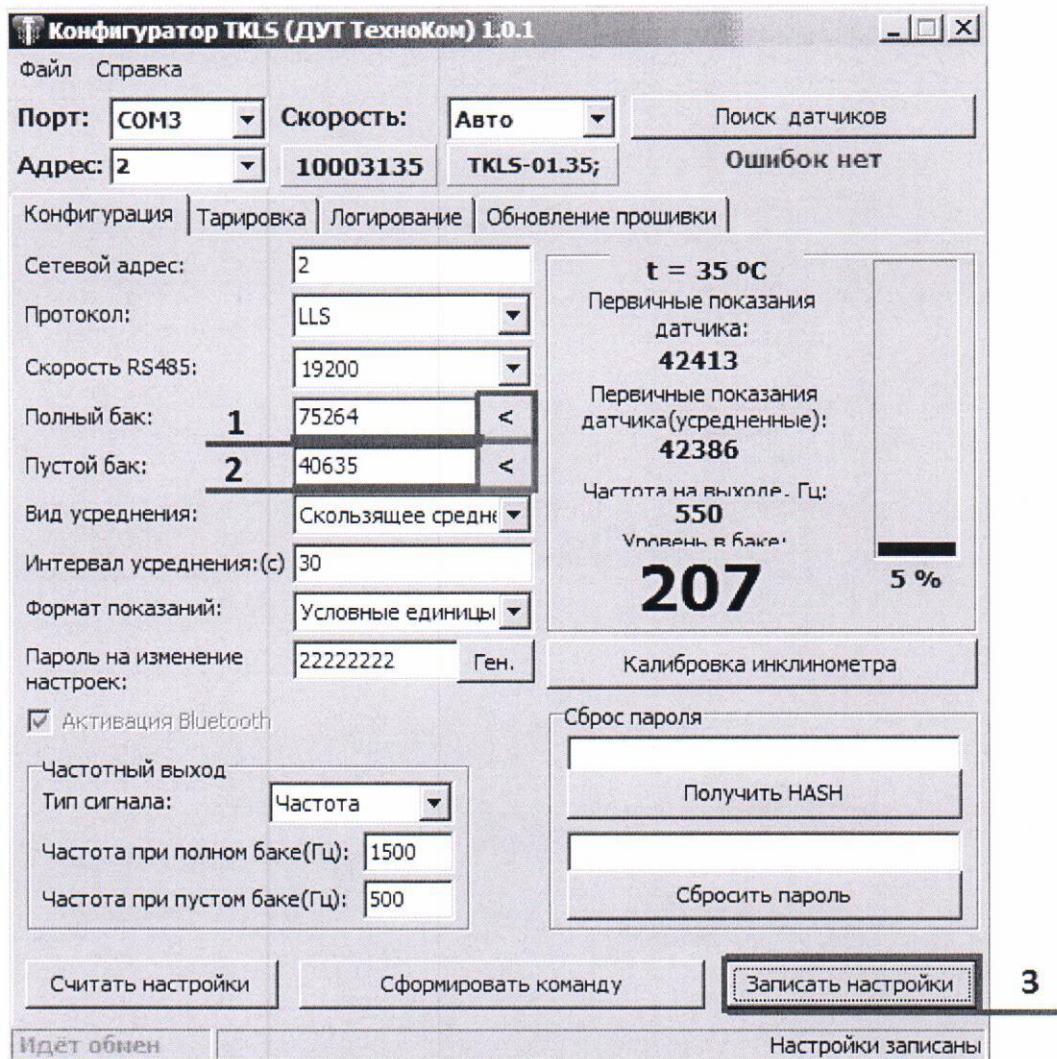

Рисунок 4 – окно программы «TKLS Conf.exe»
– Сначала проводится калибровка датчика. При калибровке значения «Пустой бак», датчик не должен быть погружен в измеряемую жидкость. Нужно дождаться, когда параметр «Первичные показания датчика» зафиксирован и не будет изменяться. Нажать на кнопку в поле «пустой бак» (см. рисунок 4, поз.2):
При калибровке значения «Полный бак» погрузить датчик вертикально в измеряемую жидкость до крепежной полки измерительной части. Нужно дождаться, когда параметр «Первичные показания датчика» зафиксируется и не будет изменяться. Нажать кнопку со стрелочкой напротив параметра «Полный бак» (см. рисунок 4, поз.1). Далее необходимо нажать кнопку «Записать настройки» (см. рисунок 4, поз.3).